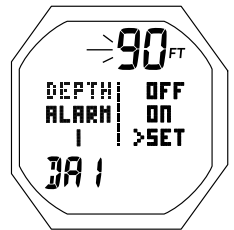

Fig. 139A - RÉGLAGE DE L'ALARME DE PROFONDEUR DE DESCENTE/REMONTÉE
**RÉGLAGE DE L'ALARME DE PROFONDEUR DE DESCENTE ET DE REMONTÉE DA1** : paramètres affichés (Fig. 139A)